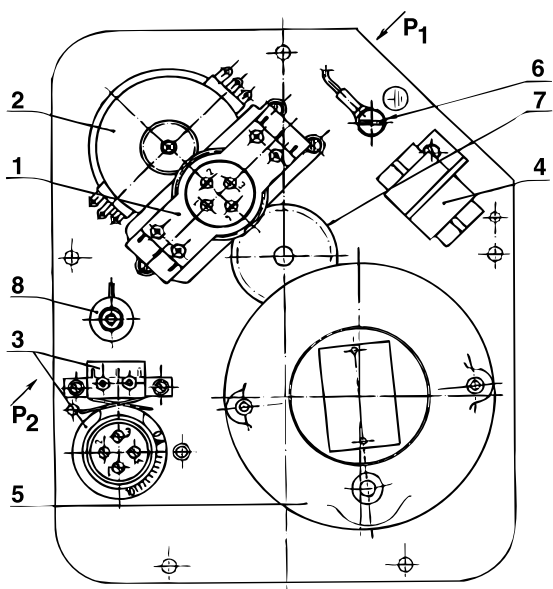

Рис. 1 – Основание (т. н. 52 325)
– **часть управления**, одинаковой для всех электроприводов (Рис. 2). В некоторых типах отличие заключается лишь в расположении блоков на основании. У электроприводов MODACT МОКА 63 (т.н. 52 325) блок выключателей положения и сигнализации электроприводов выполнен согласно Рис. 1. Часть управления состоит из блока положения 1, реостатного датчика положения 2, моментного блока 3, клеммника 4 и нагревательного элемента 8. Блок положения оснащен четырьмя микровыключателями – всегда два микровыключателя для каждого направления вращения выходного вала. Точка переключения каждого микровыключателя индивидуально настраивается в пределах рабочего хода электропривода. Моментный блок имеет индивидуально настраиваемые микровыключатели для каждого направления вращения. Моментные выключатели не блокированы от отключения в результате воздействия пускового момента. Датчик положения оснащен проскальзывающей муфтой, которая позволяет осуществлять его автоматическую настройку с выходным валом.
срабатывать настраиваемый выключатель. Затем ослабить соответствующим ослабляющим винтом кулачек микровыключателя. Ослабление осуществляется поворотом ослабляющего винта против часовой стрелки. Ослабляющий винт поворачиваем только до ослабления кулачка, при следующем повороте ослабляющего винта кулачок будет снова зажат. Номера соответствующих ослабляющих винтов находятся на ручке блока положения 1 (Рис. 1) и совпадают с обозначением на валу кулачков. После ослабления поворачиваем кулачок в направлении, противоположном движению выходного вала электропривода при настройке положения «закрыто» либо «открыто», до тех пор, пока микровыключатель не сработает. В этом положении кулачек зафиксируем, повернув ослабляющий винт по часовой стрелке. Путевой выключатель должен быть настроен так, чтобы он срабатывал раньше, чем соответствующий концевой или моментный выключатель. При настройке концевых выключателей и путевых выключателей электроприводов с т. н. 52 326 и 52 327 необходимо соблюдать, чтобы зубчатый сегмент привода блока положения и сигнализации в крайних положениях «открыто» либо «закрыто» не ударялся о корпус электродвигателя. У электропривода с т. н. 52 325 блок положения не оснащен фиксацией кулачков при помощи винтов (рис. 2). Положение кулачка на валу фиксируется только трением, которое необходимо преодолеть во время настройки кулачков. В варианте исполнения т. н. 52 325 кулачки зафиксированы трением и центральной гайкой с накаткой и контрогайкой, которые во время настройки необходимо ослабить. После завершения настройки их необходимо снова подтянуть.